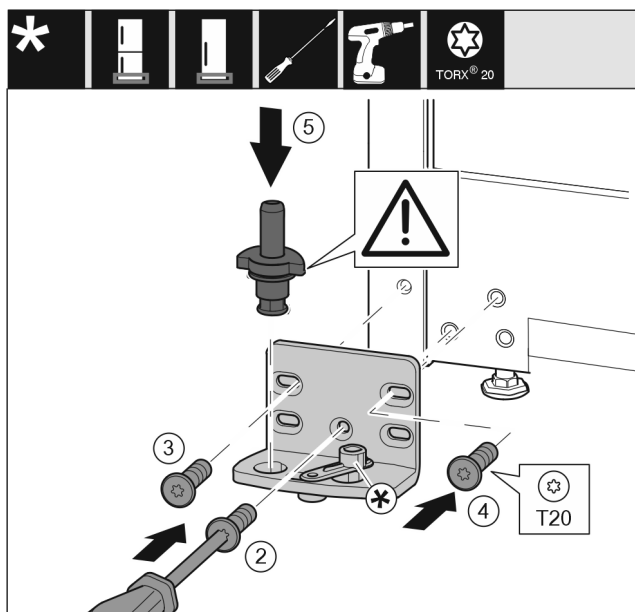

Fig. 16
- ▶ Postavite podložak ležaja na drugoj strani i zavijte pomoću odvijača T20. Započnite s vijkom 2 dolje u sredini. Fig. 16 (2)
- ▶ Pritegnite vijak 3 i 4. Fig. 16 (3,4)
- ▶ Kompletно umetnite podložak ležaja. Pri tome pazite da je ispuščenje za blokiranje okrenuto prema otraga. Fig. 16 (5)